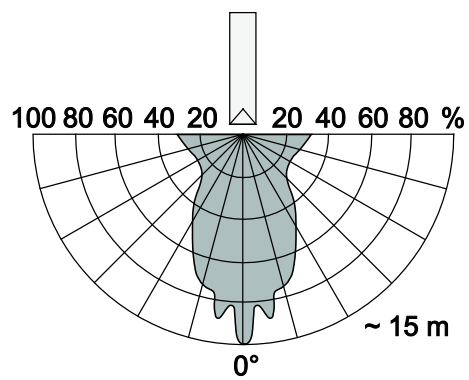

图 4: 红外线接收范围
红外线接收范围	约 15 m（0° 线形）；参见图 4
为了确保功能正常（遵守接收特性；参见图 4），安装位置的亮度不允许超过 200 Lux。
2. 定址时注意“红外线接收范围”，参见图 4。